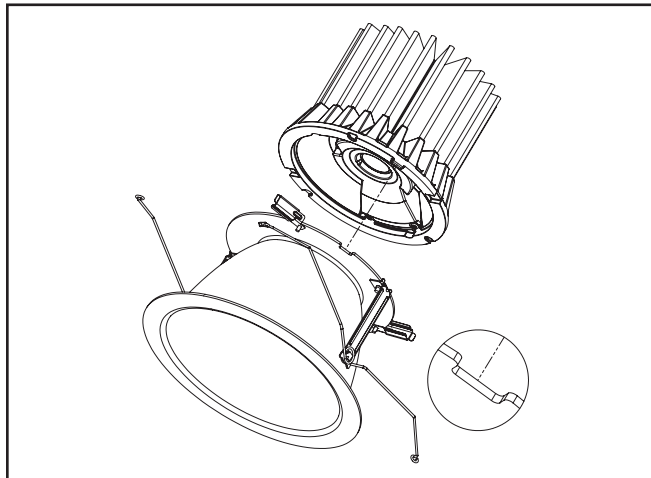

Figura 6.
2. Inserte el motor del LED en el conjunto del borde. Alinee el poste en el motor del LED con la ranura en el conjunto del borde (Figura 6.).